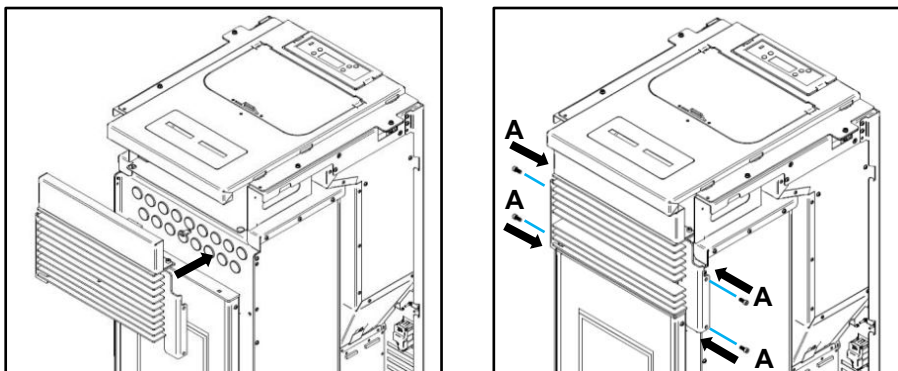

Figure 37 - Fixation de la grille avant
e) Ensuite, fixer l'ensemble à l'aide de quatre vis A (DIN 912 M5x12) comme le montre la Figure 37.